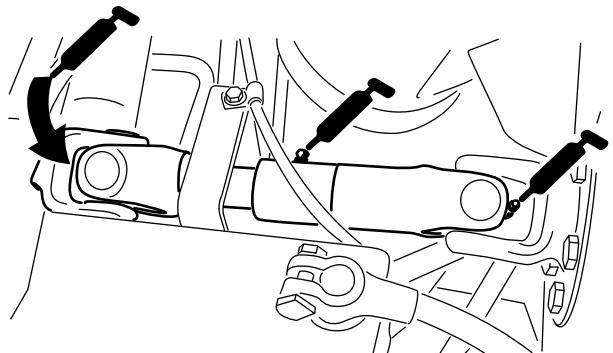

Figura 43
- Giunto ad U del semiasse fra motore e pompa (3) (Figura 43)